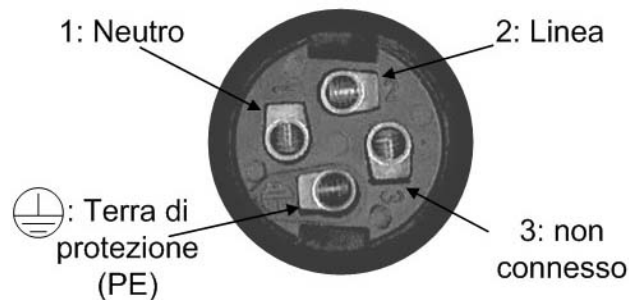

Fig. 11 Connettore Binder
- 2) Intestare il cavo nella controparte del connettore Binder fornita a corredo avendo cura di rispettare le indicazioni presenti sulla plastica in prossimità dei terminali (come indicato in Fig. 11): terminale 1 per il Neutro, terminale 2 per la linea, terminale 3 non collegato, e terminale identificato dal simbolo  per la terra di protezione PE .